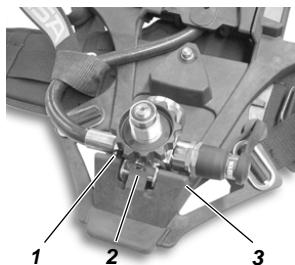
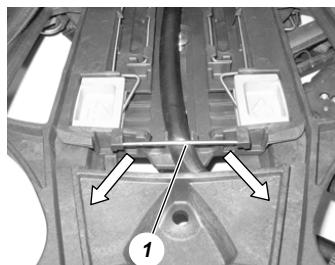

Fig. 9 Retirada del reductor de presión
Fig. 10 Retirada de la línea
- (4) Deslizar los atalajes para los hombros hasta la posición más baja de las guías laterales de un lado de la placa dorsal, ladear los enganches ligeramente hacia fuera y sacar los atalajes de las guías.
- (5) Desabrochar los atalajes para los hombros y el cinturón de la placa dorsal.
- (6) Presionar el pasador de retención (véase la Fig. 10) de la línea multicanal inclinándolo hacia abajo y retirándolo.
- (7) Realizar la misma operación en el otro lado de la placa dorsal.
- (8) Retirar la línea multicanal de la guía de la placa dorsal.
- (9) Sacar el vástagos (3) del soporte del reductor de presión (véase la Fig. 9).
- (10) Retirar el reductor de presión de la placa dorsal, **no** tirar del resorte de retención (2).